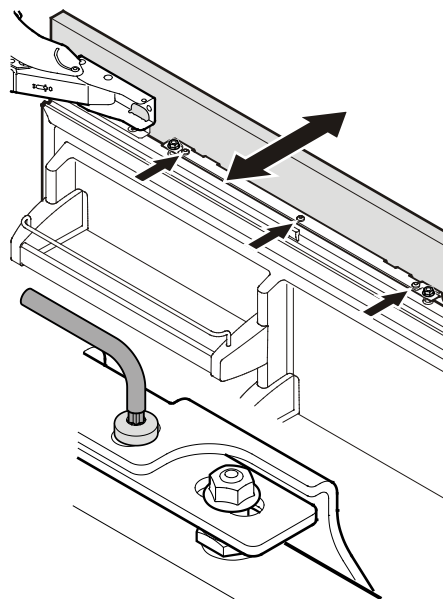

Figura 32
10. Afloje los tres tornillos en la parte superior del soporte de fijación, alinee el panel tal como se muestra en la **Figura 32** y apriete los tornillos. Esto también puede hacerse con el soporte de fijación inferior.